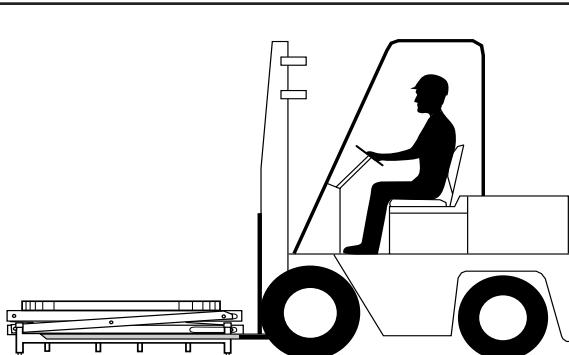

Figura 7. Desplazamiento del PL 2002
- Introduzca las horquillas en los huecos del bastidor de la base. Vea la figura 7.